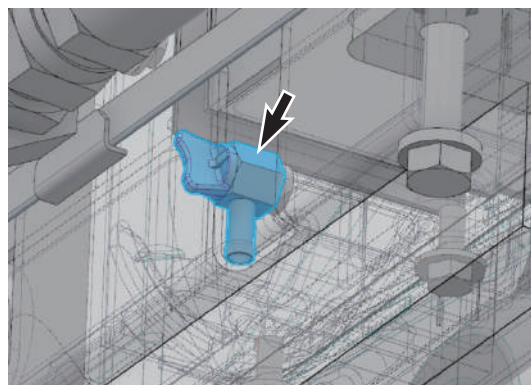

Figura 84
2. Coloque un recipiente bajo el radiador y abra el tapón de drenaje (Figura 84).